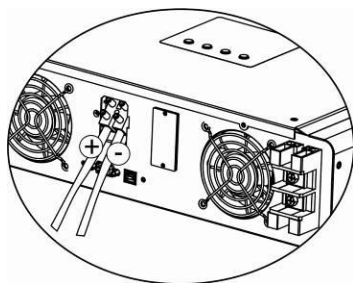

Bild 6
Schritt 4: C Überprüfen Sie die Polarität der Leitungen genau. Jetzt schließen Sie die Plus-Leitung und danach die Minus- Leitung an der jeweils passenden Seite der PV-Anschlussblockklemme an. (Siehe Bild 6)